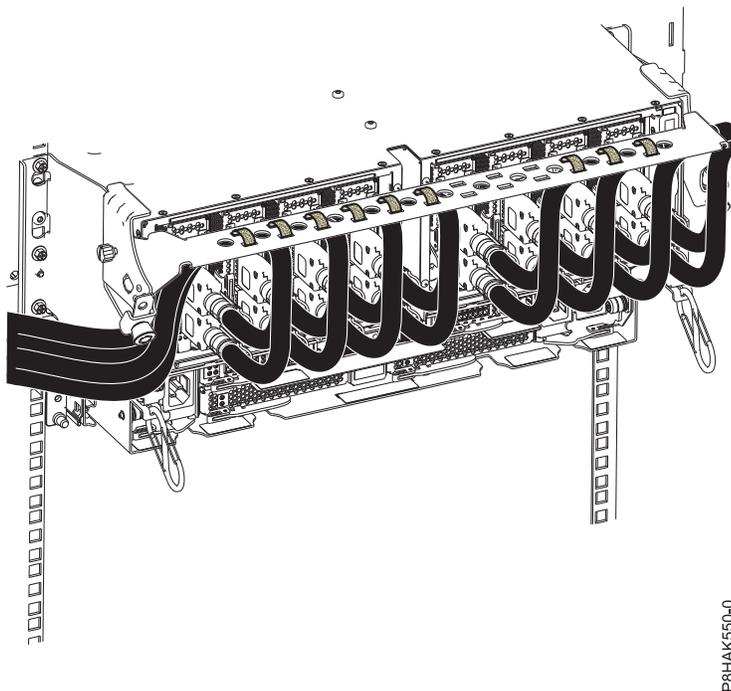

図 23. ケーブル管理ブラケットへのケーブルの配線
5. CXP、拡張ドロワー・ケーブル、および入出力 (I/O) ケーブルをケーブル管理ブラケットまで配線します。24 ページの図 23を参照してください。
- f. 面ファスナーを使用して、24 ページの図 23 に示すようにバルク・ワイヤーとケーブル・ファイバーをケーブル管理ブラケットまで配線します。